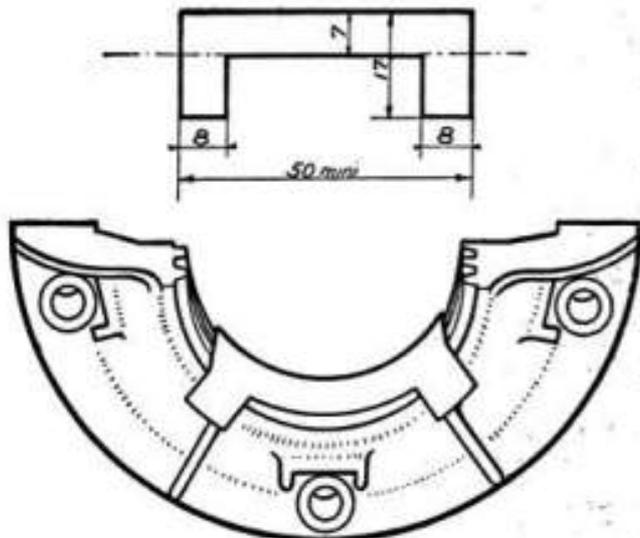

Fig. 1.
- Présenter la coquille supérieure sur le carter cylindre en intercalant entre le vilebrequin et les filets de la coquille une cale clinquant de 1/10 mm préparée comme indiqué plus haut (voir fig. 1).
- Présenter la coquille inférieure sur le chapeau de palier en intercalant entre le vilebrequin et les filets de la coquille une cale de clinquant de 1/10 mm préparée comme indiqué plus haut (voir fig. 1).
Fig. 1 bis. — Schéma de calage de la distribution.
ligne avec le régleur ; dans le 2^e cas, le repère doit être décalé sur la droite de cette ligne, de manière à ce que ce soit l'entre-dent suivant qui coïncide avec elle (voir fig. 1 bis).